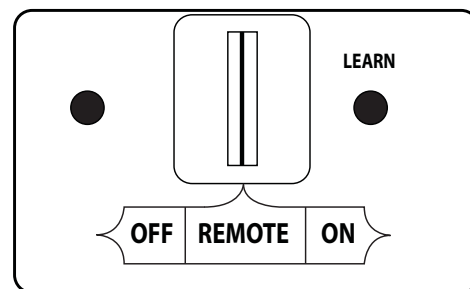

Fig. 28-1 Détail récepteur de télécommande (REMOTE)
1. Repérez l'interrupteur à 3 positions sur le récepteur de télécommande (voir Fig. 28-1), Et faites glisser le commutateur sur la position **REMOTE** (éloigné).